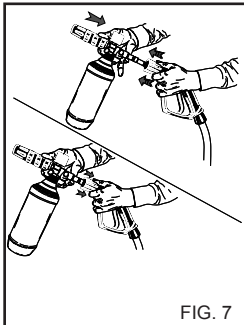
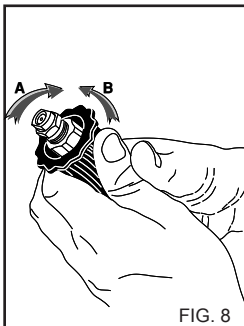

FIG. 7
FIG. 8
2) Выньте удлинитель из ручки и вставьте распылитель моющего средства, (fig.7), включите аппарат и нанесите моющее средство на промываемую поверхность, работая снизу вверх. В модели с всасыванием моющего средства, ключите управление всасыванием, расположенное на пистолете, (fig. 8). Оставьте моющее средство на несколько минут для воздействия моющего средства.
4) После использования моющего средства сполосните всасывающий контур; вставьте трубку всасывания моющего средства, (fig. 8), в бачок с чистой водой и запустите мотор на 1 минуту, пистолет должен находиться в режиме подачи моющего средства.
ИСПОЛЬЗОВАНИЕ РЕГУЛИРУЕМОЙ ГОЛОВКИ (Fig. 8) (Мод. DS)